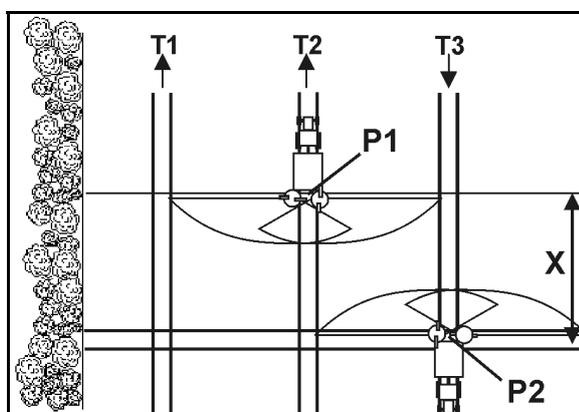

Fig. 72
- ouverture des clapets de fermeture après l'engagement dans la voie jalonnée au point P1 (Fig. 72), lorsque les disques d'épandage du parcours X sont éloignés de la voie jalonnée de la tournière.
- fermeture de la trappe avant la sortie de la voie jalonnée au point P2 (Fig. 72), lorsque les disques d'épandage se trouvent à hauteur de la première voie jalonnée de la tournière.